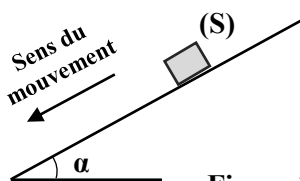

Figure 1
Un solide (S) de masse $m = 500 \text{ g}$ peut glisser sans frottement sur un plan incliné d'un angle $\alpha = 30^\circ$ par rapport au plan horizontal voir figure 1.
3.1. Reproduire la figure 1 puis représente les forces extérieures appliquées au solide (S) dans cette position. **(0,5pt)**